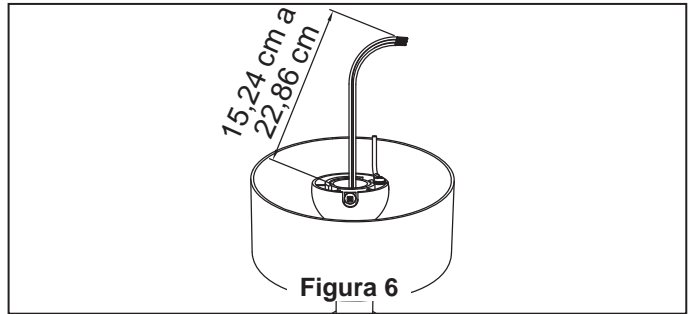

Figura 6
6. Antes de instalar el ventilador, mida aproximadamente de 15 a 23 cm (de 6 a 9 pulgadas) por encima de la parte superior de la unidad del barral/de la semiesfera. Corte el excedente de cable y pele 1,2 cm (½") del aislamiento a partir del extremo del cable. (Figura 6)